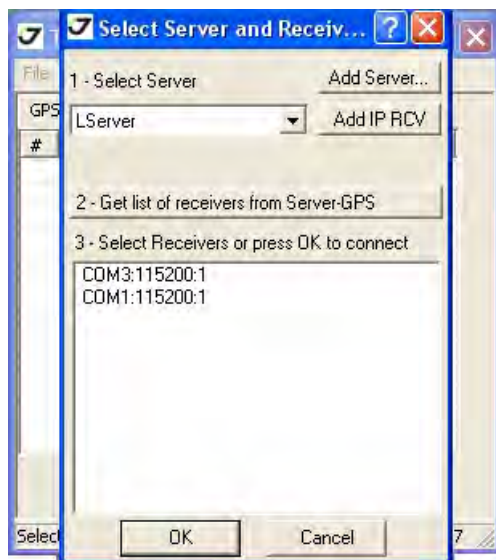

Рисунок 51. Параметры соединения
2. Запустите TriVU. Выберите порт (COM) и нажмите Ok (Рис. 51).